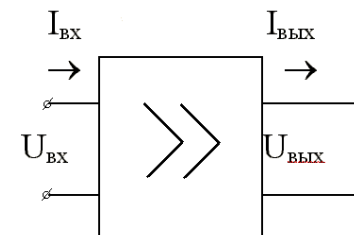

Рисунок 3.1 – К определению параметров усилителя
**Усилителем** называют устройство, предназначенное для увеличения параметров электрического сигнала ( $U, I, P$ ) (рисунок 3.1).